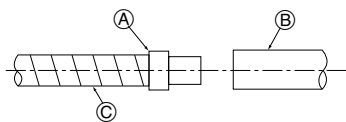

Fig. 5-1
5.1. Mise en place du tuyau d'écoulement (Fig. 5-1)
- (A) Prise de raccord de l'écoulement
- (B) Tuyau d'écoulement local
- (C) Tuyau d'écoulement de l'appareil intérieur